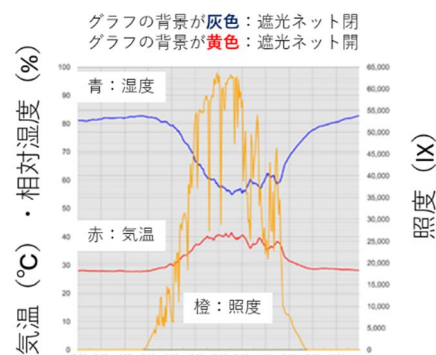

図 5 施設内気温等を出力したスマートフォン画面
5. 遮光ネットの開閉状況、施設内の照度はスマートフォンやパソコンで確認できる（図 5）。遮光ネットが閉じるとグラフ内は灰色で表示、開くと黄色で表示される。